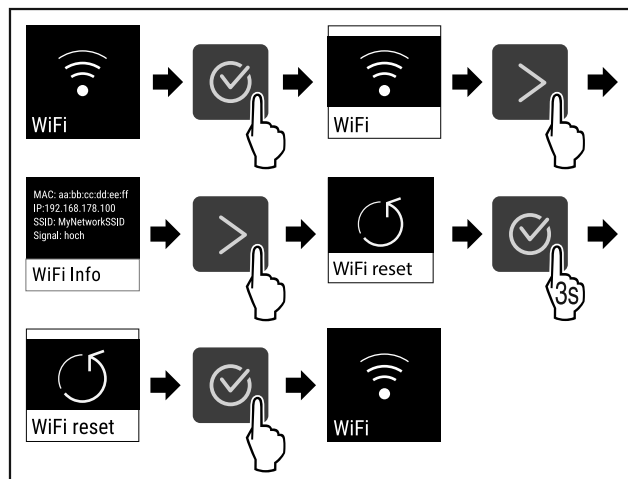

Fig. 88
- ▶ Провести етапи операцій (див. Fig. 88).